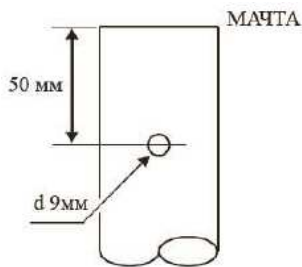

Рисунок 1
1. Просверлите сквозное отверстие диаметром 9 мм в обеих стенках мачты, центр отверстия должен находиться в 50 мм от ее нижнего торца (см. Рисунок 1). При сверлении держите дрель строго перпендикулярно и по центру мачты, чтобы отверстия в ней потом совпали с отверстиями в фиксаторе основания.
2. Сверяясь с Рисунком 2, прикрепите створки мачтового фиксатора (1) к корпусу поворотного блока, используя для этого четыре болта М8 X 25 (2), плоские и пружинные шайбы. Болты пока не затягивайте.
3. Вставьте мачту в фиксатор, закрепите ее с помощью четырех болтов М8 X 70 (3) с пружинными и плоскими шайбами и гайками (4). Наживите болты руками. С одной стороны фиксатора, на каждом отверстии для болтов есть фигурные гребешки. Болты нужно устанавливать с этой стороны, чтобы головки болтов упирались торцом в гребешки и не проворачивались.
4. Наживите руками болт М8 X 95 с головкой под торцевой ключ (5) с гайкой (6).